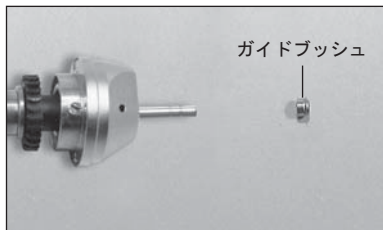

図11
- 2)テストバーに添って、ガイドブッシュのガイド部の長い方を先にローター軸先端へセットします。(図11)
ガイドブッシュの取付け方向(図11を参照)に注意して取付けてください。